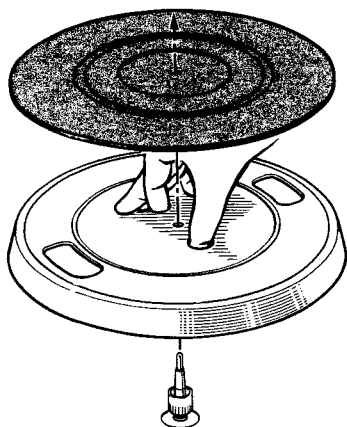

Fig. 3
1. Placer le plateau et le tapis de caoutchouc sur l'arbre central. (Fig. 3)
1. Gummiauflage auf den Plattenteller legen und Plattenteller vorsichtig auf die Mittelachse stecken. (Fig. 3)
1. Plaats het plateau en de rubber mat op de middenas. (Fig. 3)
1. Lägg skivtallriken med gummimattan på centrumaxeln. (Fig. 3)